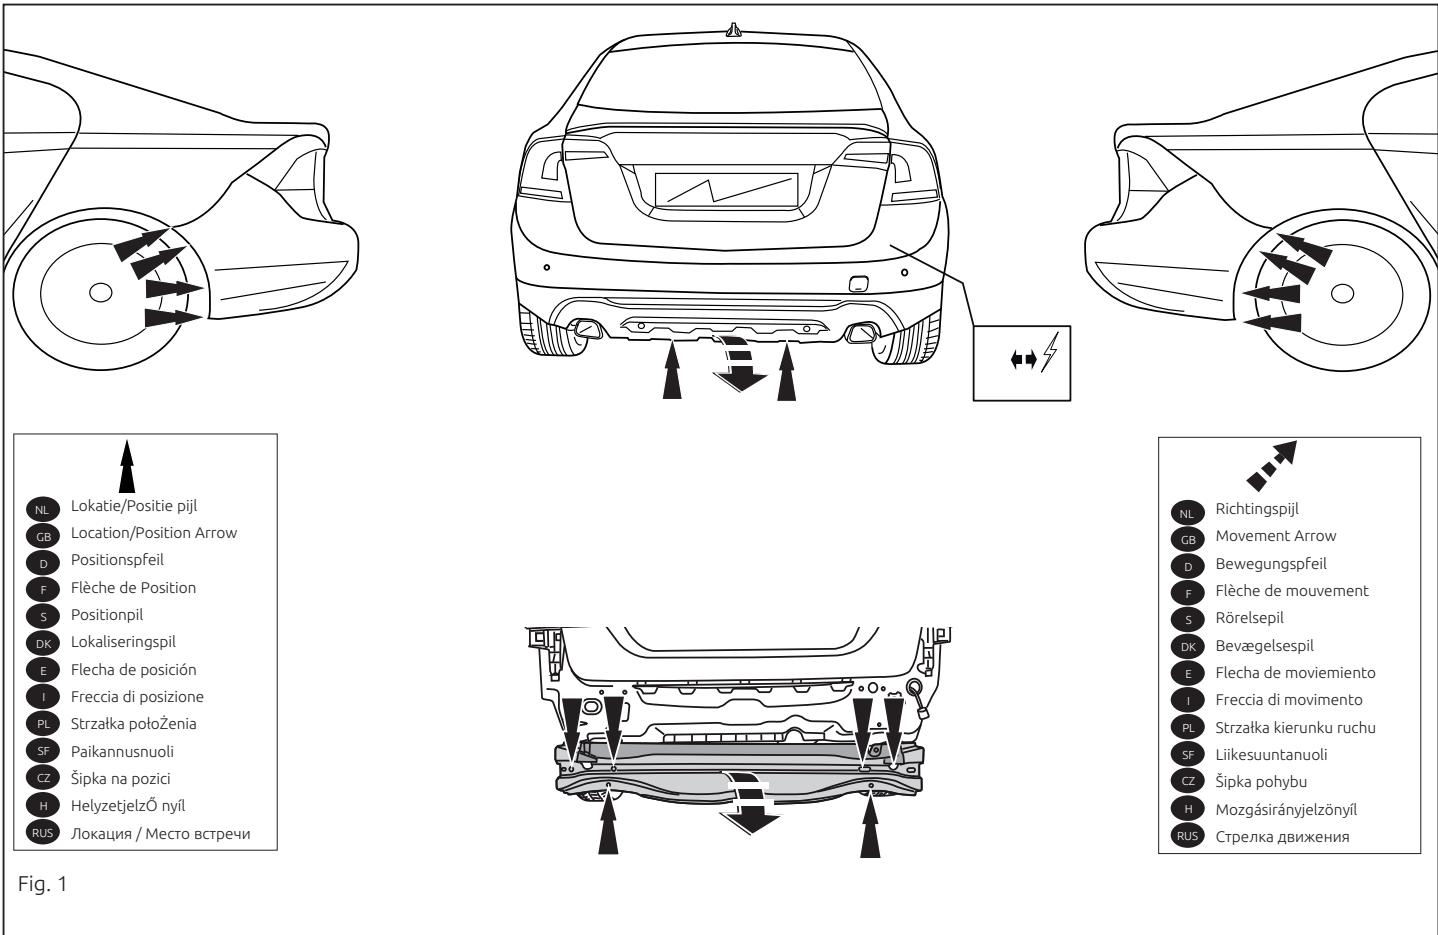

Fig. 1
1. Снять бампер вместе со стальным буферным бруском автомобиля. См. рисунок 1.